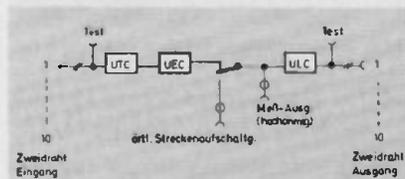

Bild 8 Prinzipschaltung Zwischenverstärker mit Streckenaufschaltung
5.2 19"-Geräteträger LZV 72/1 (Bild 8/9)